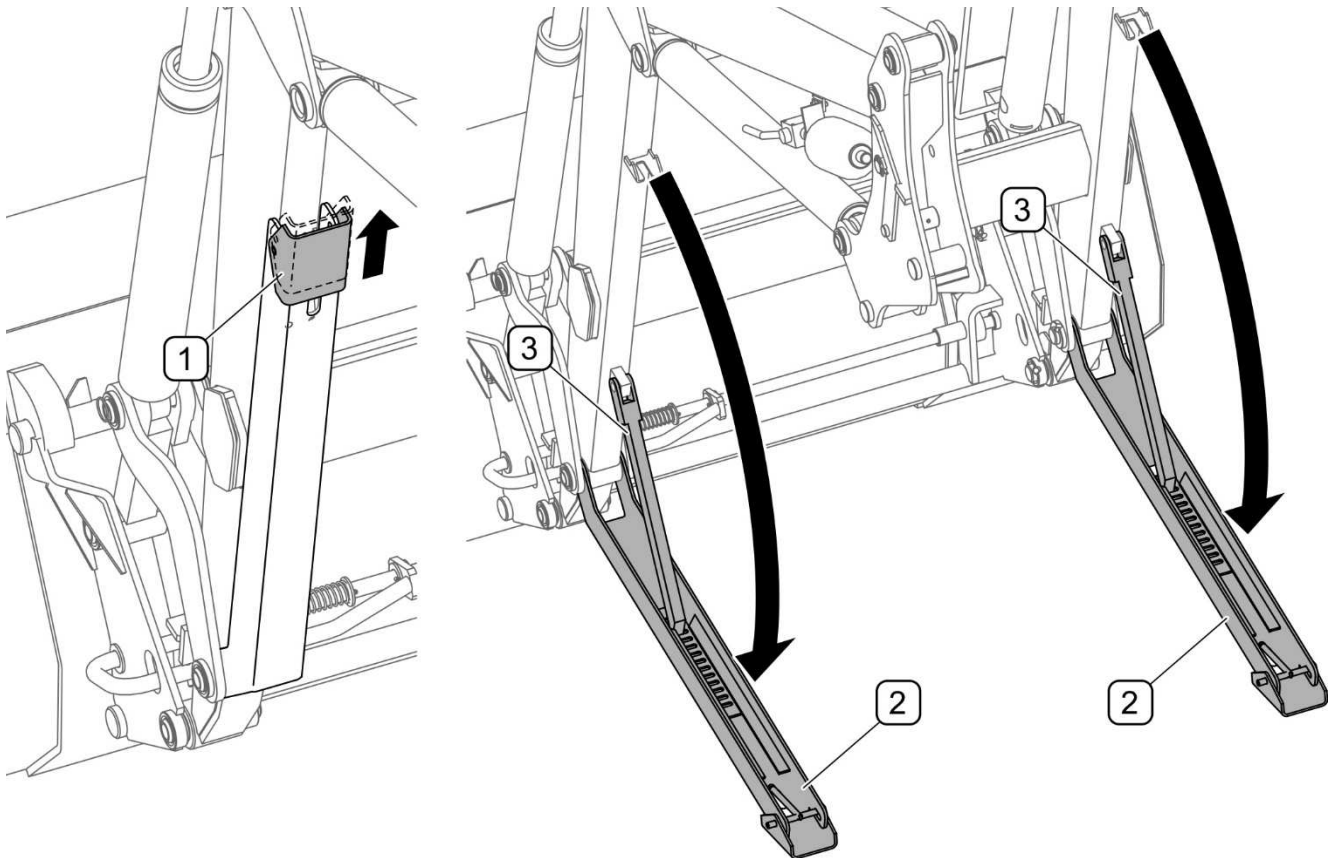

РИСУНОК 4.22 Стояночные опоры
- оттянуть блокировки опор (1) (РИСУНОК 4.22);
- опустить стояночные опоры (2) вместе с собачками (3) на основание;